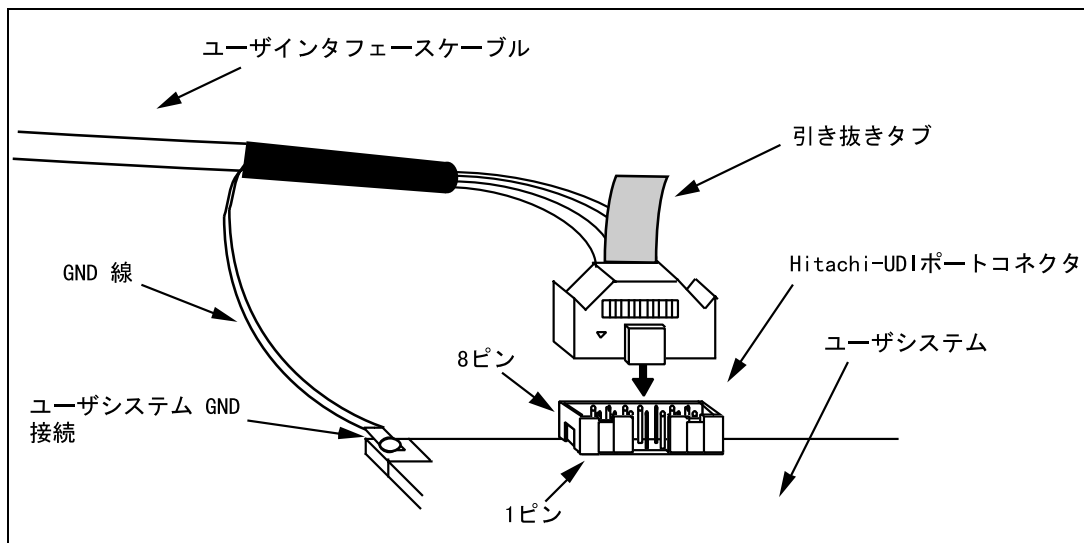

図 2.24 14 ピンストレートタイプコネクタ使用時のユーザーシステム側のユーザーインターフェースケーブル接続方法
- (3) 14ピンストレートタイプコネクタ使用時のユーザインタフェースケーブルの接続方法を図2.24に示します。ケーブルのGND線はユーザシステムのGNDに接続してください。また、GNDにネジ止めする場合はφ3(mm)のネジを用意してユーザシステムのGNDに接続してください。